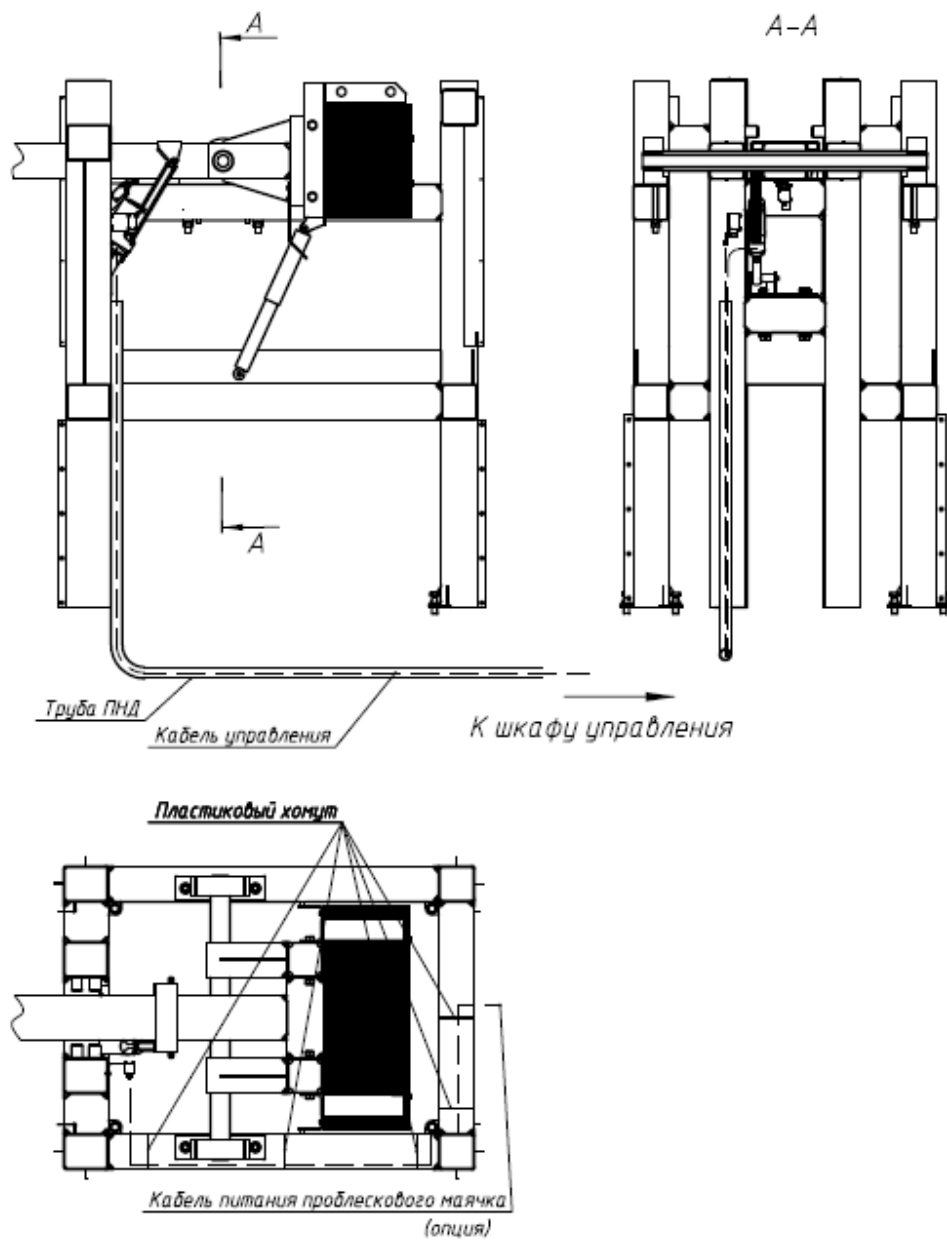

Рисунок 9
1.1.10 Проложить электрические кабели от тумбы шлагбаума к шкафу управления и подключить их в соответствии с маркировкой. Электрические кабели укладывать в ПНД трубу диаметром не менее 50мм (рис.9).